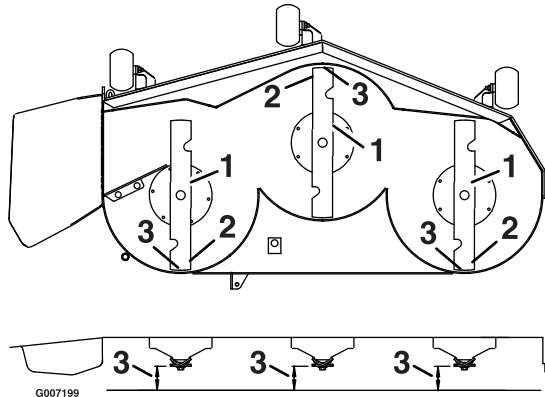

Bild 65
3. Drehen Sie die Messer vorsichtig, sodass sie in Längsrichtung zeigen (Bild 65).
4. Messen Sie zwischen der Messerspitze vorne und hinten und der ebenen Fläche (Bild 65). Wenn die vordere Messerspitze nicht 1,6 bis 7,9 mm niedriger als die hintere Messerspitze ist, machen Sie mit den Schritten zum Nivellieren des Mähwerks weiter.